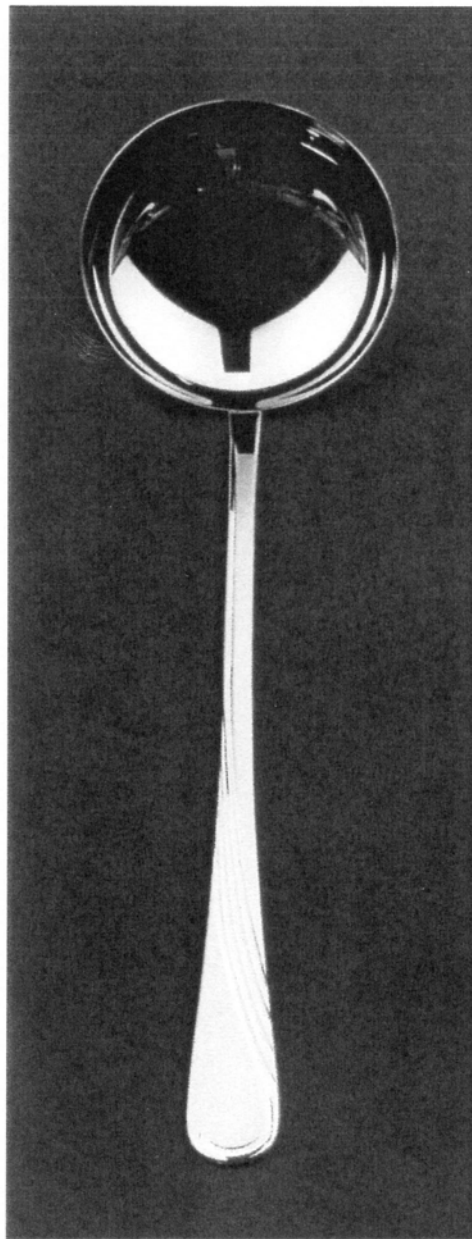

Fig. 1.6
- Fig. 1.6. przedstawia widok łyżki wazowej